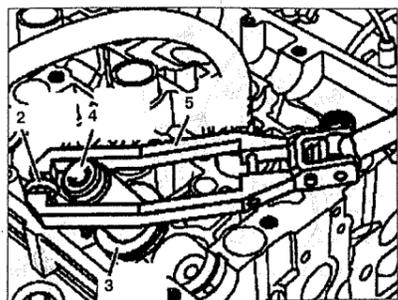

Рис. 2.38. Установите направляющее устройство 5.
3. Установите направляющее устройство 5 (см.рис.2.38).